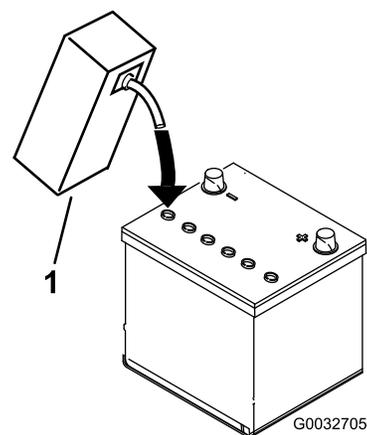

Рисунок 7
3. Осторожно заливайте электролит в каждую ячейку до уровня над пластинами примерно 6 мм (Рисунок 7).
4. Подождите примерно 20–30 минут, пока электролит не впитается в пластины. При необходимости доливайте электролит до уровня, не доходящего примерно 6 мм до низа заливного отверстия (Рисунок 7).